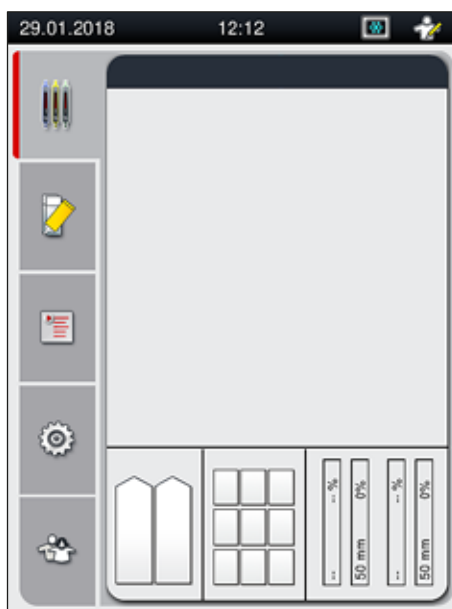

Fig. 12
7. Når initialiseringsfasen er færdig, vises **hovedmenuen** (→ Fig. 12) på skærmen.